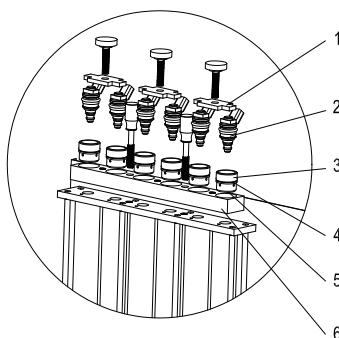

Figura 06
- Elija acopladores adecuados para inyectores de suministro lateral (3) y juntas tóricas adecuadas, y móntelos juntos. (Recuerde aplicar un poco de grasa lubricante).
- Monte la placa transversal (1) y apriétela con tornillos.
- Monte el distribuidor de combustible y los inyectores en el soporte del distribuidor de combustible y apriételos con dos tornillos riffle (negros). Vea la Figura 06.